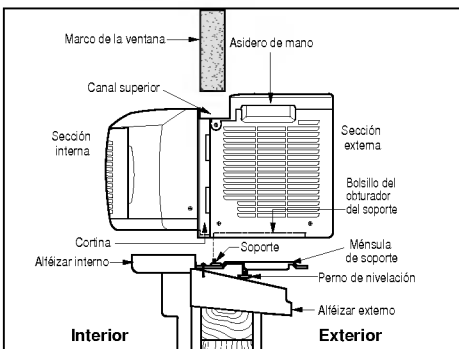

FIG. 6
- Asegúrese de que la ménsula de soporte sea insertada en el bolsillo debajo del ventilador base, y que la guía del bastidor de la cortina esté parada por el obturador en la ménsula de soporte como lo muestra en la FIG. 6.